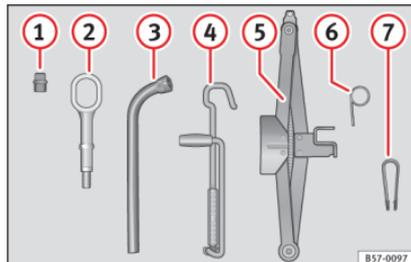

Abb. 67 Im Gepäckraum unter dem Gepäckraumboden: Bordwerkzeug.
- Setzen Sie die Kunststoffklammer (Bordwerkzeug » » Abb. 67 ⑦) über die Kappe bis sie einrastet » » Abb. 68.